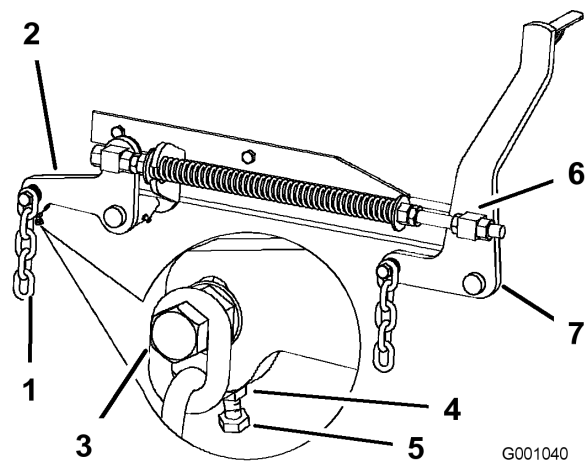

Figura 71
7. Si las medidas realizadas en las posiciones **B** o **C** no son correctas, afloje el perno que fija la cadena trasera al brazo de soporte trasero (Figura 71).
8. Afloje la contratuercas situada debajo del brazo de soporte trasero y ajuste el perno de ajuste hasta obtener una medida de 79 a 83 mm (3-1/8 a 3-1/4 pulg.) (Figura 71).
7. Afloje las contratuercas de pivote delantero, en la parte delantera de los pivotes derecho e izquierdo, aproximadamente 13 mm (1/2 pulg.) (Figura 71).
8. Ajuste las tuercas de elevación en el lado izquierdo y derecho de la máquina hasta obtener 6 a 10 mm (1/4 a 3/8 pulg.) menos en la parte delantera en **A** que en la parte trasera, en **B** (Figura 71).